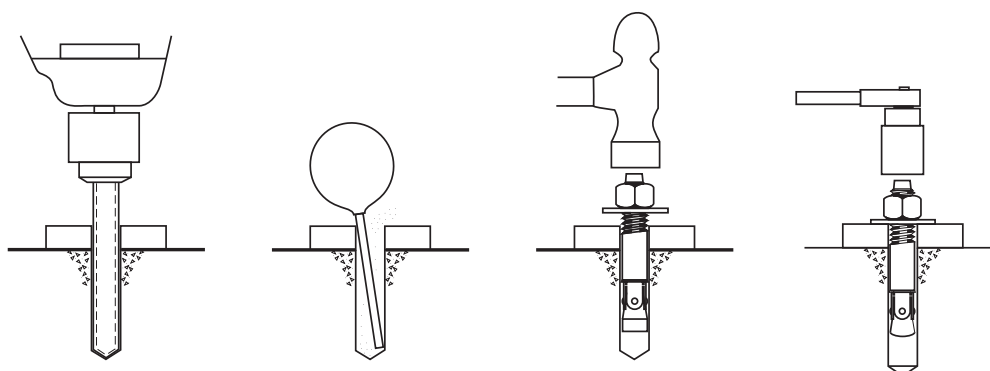

Abb. 2
- Die Dübelschrauben mit einem Drehmomentschlüssel anziehen (Abb. 2).